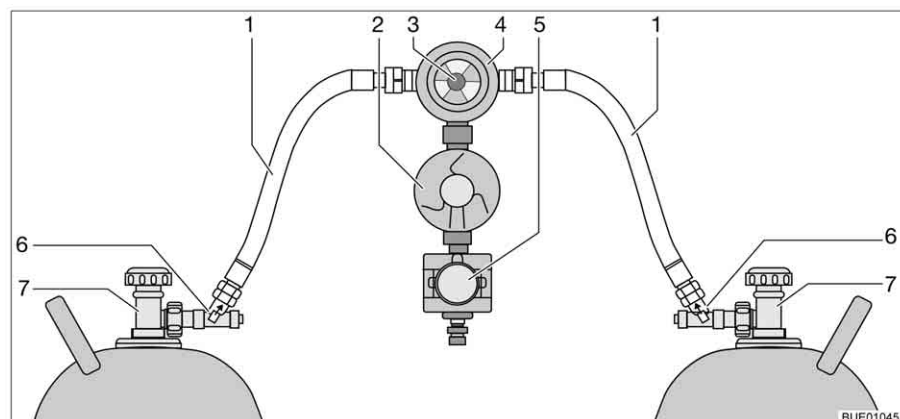

Fig. 149 Sistema de comutação Crash-Protection-Unit
A Crash-Protection-Unit é composta por dois limitadores de débito com dispositivo manual de destrava (Fig. 149,6), uma válvula de comutação (Fig. 149,4) com regulador de pressão (Fig. 149,2), uma válvula elétrica (Fig. 149,5) e uma unidade de comando com LED com três cores. A válvula de comutação está montada entre ambos os tubos do gás (Fig. 149,1).
Com o botão giratório (Fig. 149,3) na válvula de comutação pode determinar-se qual das garrafas de gás é usada como garrafa de serviço e qual é usada como garrafa de reserva.
Na unidade de comando (Fig. 150) só podem ser ligadas as funções elétricas. As válvulas principais de interrupção das garrafas de gás (Fig. 149,7) e os dispositivos de destrava (Fig. 149,6) têm de ser abertos manualmente.
- Abra as válvulas principais de interrupção nas garrafas de gás (Fig. 149,7).
- Prima os dispositivos de destrava (Fig. 149,6) um após outro durante 10 segundos.
- Com o botão giratório (Fig. 149,3) na válvula de comutação (Fig. 149,4) escolha a garrafa de gás de onde deve ser gasto prioritariamente o gás (garrafa de serviço). Rode o botão giratório até ao encosto.
- Feche as válvulas principais de interrupção nas garrafas de gás (Fig. 149,7).